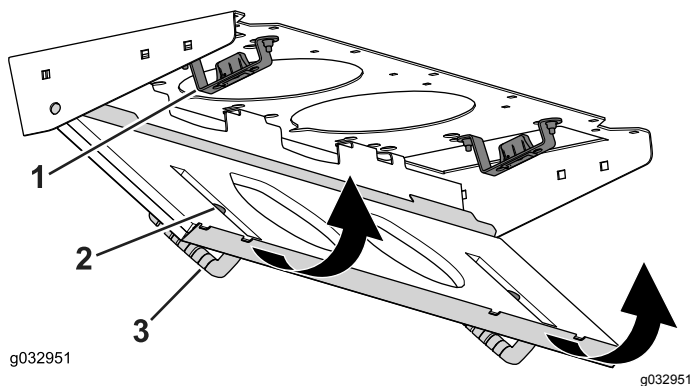

Figura 123
4. Rode o painel de filtro em volta das patilhas até que a lingueta entre no conjunto de montagem do trinco (Figura 123).